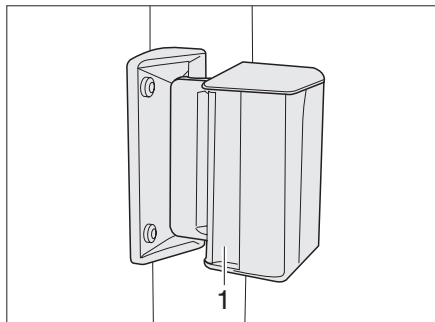

Fig. 17 Ventana corredera
- ▶ Empujar el tirador (Fig. 17,1) y al mismo tiempo empujar o tirar hacia adelante o atrás.